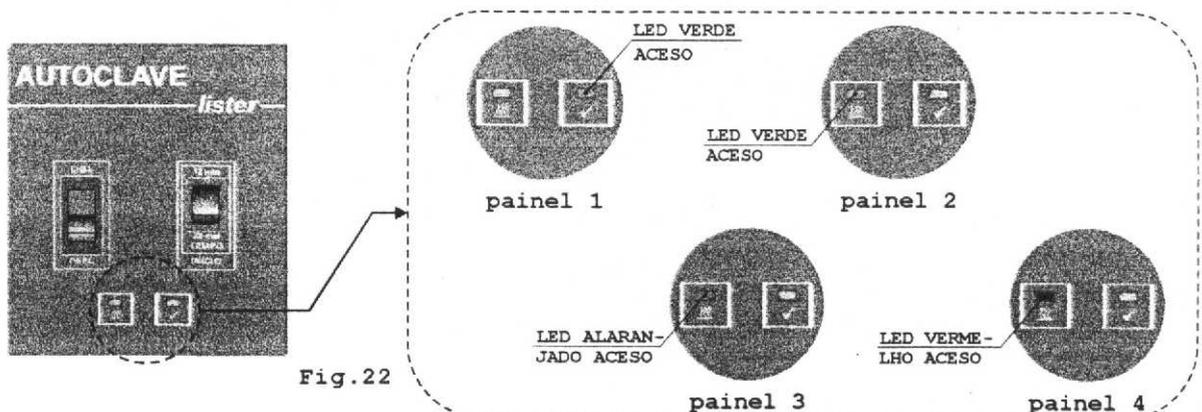
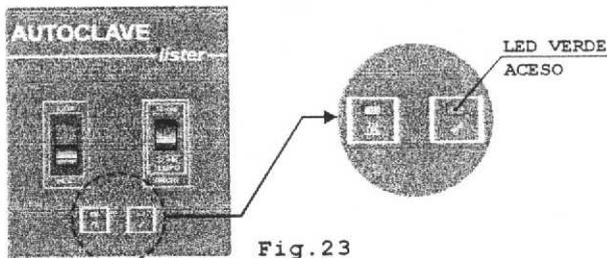

Fig.22
Fig.23
- e ► Ligue a Chave Geral: a Autoclave fará a checagem do circuito disparando 2 (dois) beeps, acendendo o led verde à direita, Fig.22, painel 1, e mudando em seguida para a esquerda com o led na cor verde, Fig.22, painel 2.
- f ► Acione a Chave Seletora de Tempo para iniciar o ciclo de 12 ou 22 minutos de esterilização, (a Chave Seletora de Tempo também é Start), o led de aquecimento acenderá na cor laranja, Fig.22, painel 3. Os tempos de aquecimento, de esterilização e de secagem estão especificados na tabela abaixo:
- g ► A pressão deverá ultrapassar 1 (um) kgf/cm², em 12 (doze) minutos para o modelo LISTER 21 LITROS e em 15 (quinze) minutos para o modelo LISTER 12 LITROS, soando 1 (um) beep, acendendo o led vermelho, Fig.22, painel 4, permanecendo assim durante o tempo selecionado, finalizando com o sinal sonoro de 10 (dez) beeps. **ATENÇÃO!** Os leds e os beeps são acionados independente da pressão, pois o circuito eletrônico é apenas um timer.
- j ▶ Quando o sinal sonoro de 3 (três) beeps indicar o fim do ciclo de secagem, a Autoclave desligará a resistência automaticamente, porém, a corrente elétrica continuará mantendo o led aceso, na cor verde, Fig.23. Caso o material não seque totalmente, ligue novamente a Autoclave, selecionando um dos tempos, o led de aquecimento acenderá na cor laranja, Fig.22, Painel 3, e deixe por 5 (cinco) minutos com a tampa entreaberta, sendo necessário, então, desligar o equipamento. **ALERTA!:** Não deixe a Autoclave por mais de 5 (cinco) minutos ligada para a conclusão da secagem.